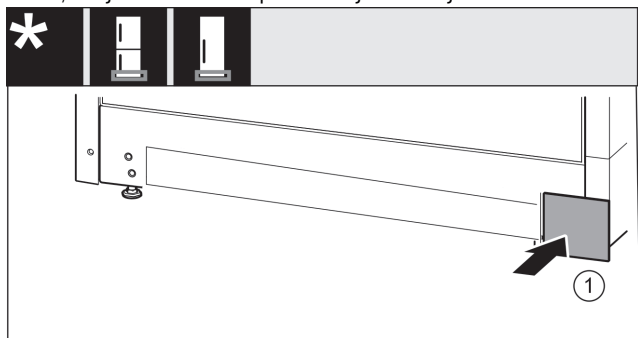

Fig. 45
- Pokrov Fig. 45 (1) ponovno namestite na drugi strani.